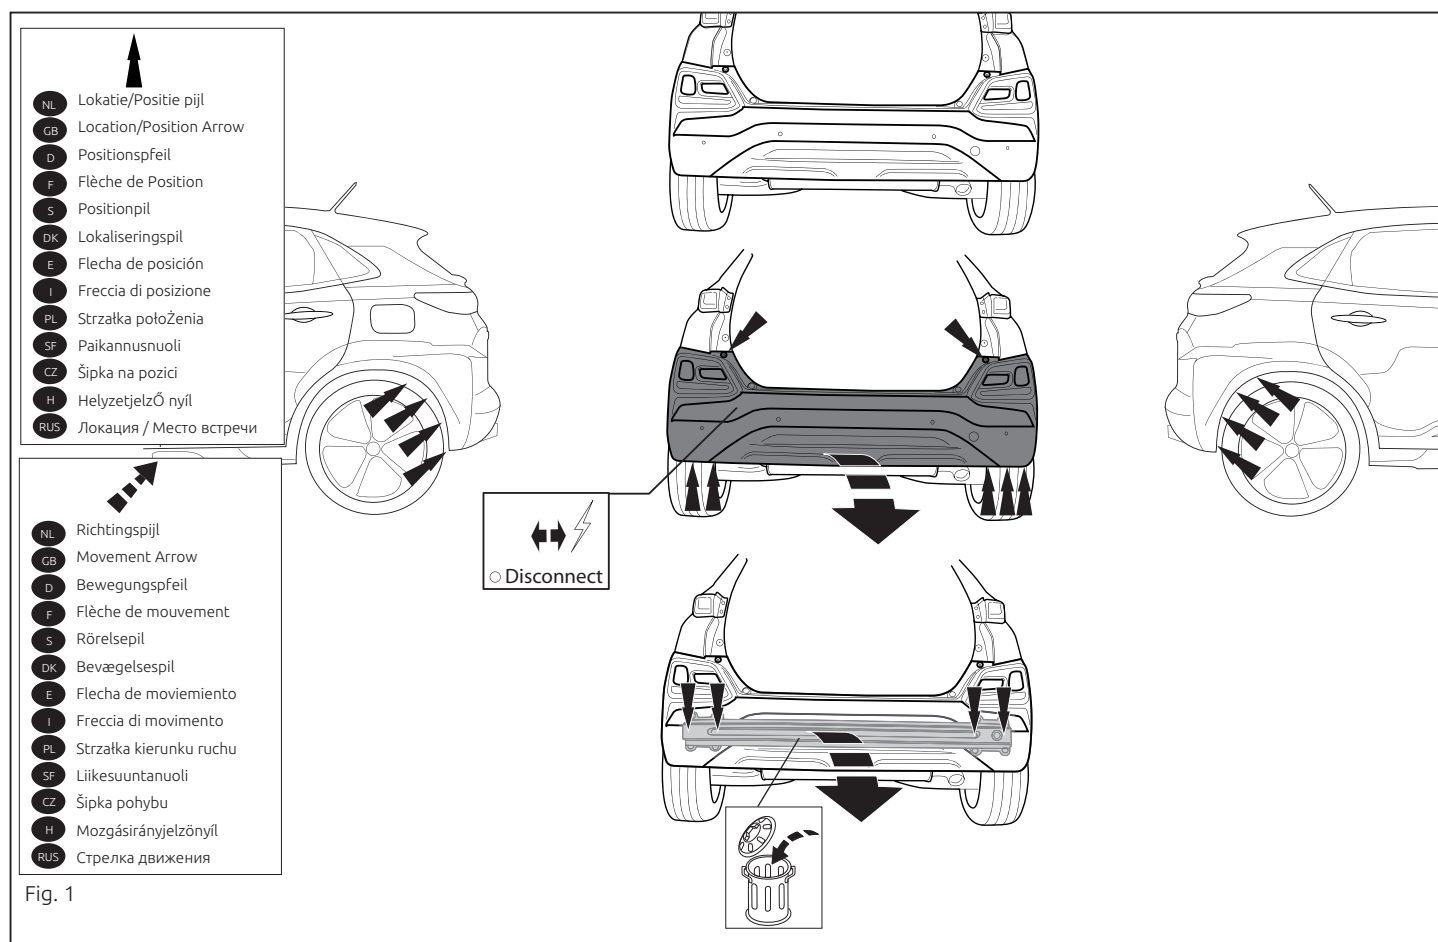

Fig. 1
1. Die Stoßstange einschließlich des stählernen Stoßbalkens vom Fahrzeug abmontieren. Der Stoßbalken wird nicht mehr benötigt. Siehe Abbildung 1.
1. Déposer le pare-chocs du véhicule y compris la traverse en acier ; la traverse ne sera plus utilisée. Voir la figure 1.
1. Demonter kofangeren, inklusive køretøjets stålstødbjælke. Stålstødbjælken skal ikke længere anvendes. Se fig. 1.
1. Снять бампер вместе со стальным буферным брусом автомобиля. Буферный брус больше не понадобится. См. рисунок 1.